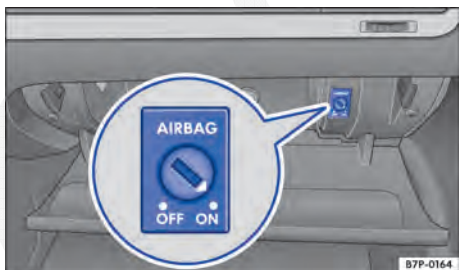

Fig. 96 No porta-luvas: interruptor acionado pela chave para desligar e ligar o airbag frontal do passageiro.
- Colocar a chave de emergência no interruptor acionado pela chave no porta-objetos ⇒ Fig. 96 até a segunda resistência. Então, a chave de emergência é inserida em aproximadamente 3/4 no interruptor acionado pela chave ⇒ **🔑**.
- Colocar a chave de emergência no interruptor acionado pela chave no porta-objetos ⇒ Fig. 96 até a segunda resistência. Então, a chave de emergência é inserida em aproximadamente 3/4 no interruptor acionado pela chave ⇒ .